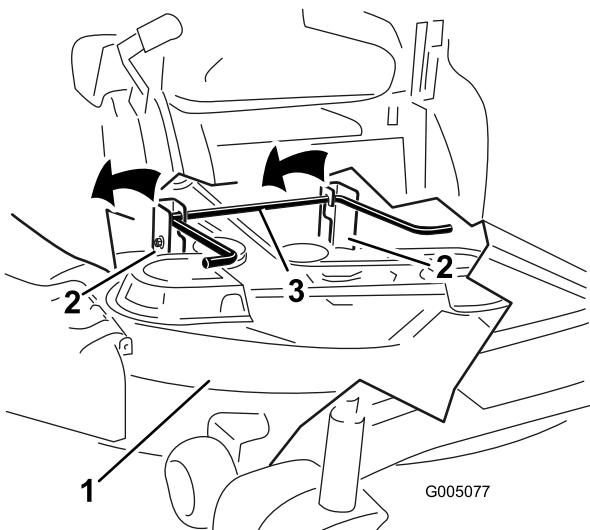

Figura 69
6. Eleve la carcasa del cortacésped y desenganche la varilla de elevación trasera de las pletinas de suspensión, y baje el cortacésped con cuidado al suelo (Figura 69).
5. Eleve la parte trasera de la carcasa del cortacésped y coloque las pletinas de suspensión sobre la varilla de elevación trasera (Figura 69).